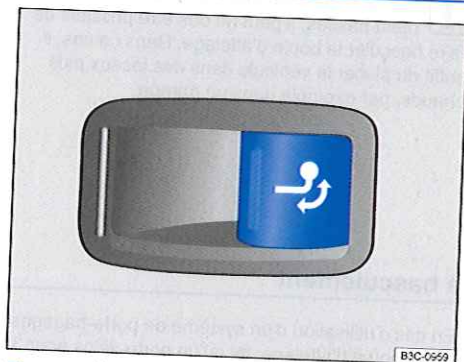

Fig. 122 À droite dans le coffre à bagages : touche de déverrouillage de la boule d'attelage.
• Tirez brièvement la touche ⇒ **fig. 122**. La boule d'attelage est déverrouillée électriquement et se déploie d'elle-même. Le témoin de contrôle intégré à la touche ⇒ **fig. 122** clignote.
• Tirez brièvement la touche ⇒ **fig. 122**. La boule d'attelage se déverrouille électriquement.
• Faites basculer à la main la boule située sous le pare-chocs jusqu'à ce qu'elle s'encliquette de manière audible et perceptible et que le témoin de contrôle intégré à la touche ⇒ **fig. 122** reste allumé.
• Lorsque le témoin de contrôle intégré à la touche ⇒ **fig. 122** clignote, cela signifie que la boule d'attelage n'est pas correctement encliquetée ou qu'elle est endommagée ⇒ .
• N'actionnez jamais la touche ⇒ **fig. 122** lorsqu'une remorque est attelée ou lorsqu'une galerie porte-bagages ou d'autres pièces rapportées sont montées sur la boule.